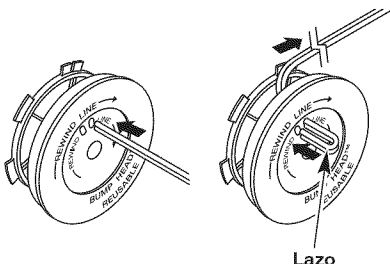

Fig. 19
- Tome aproximadamente 2.7 m (9 pies) de nueva línea de corte. Inserte un extremo de la línea a través de uno de los orificios del carrete interior (Fig. 19). Pase la línea a través del carrete interior hasta que queden sólo 4 pulgadas fuera.
- Inserte el extremo de la línea en el orificio abierto del carrete interior y tire de la línea en forma ajustada a fin de que el lazo sea lo más pequeño posible (Fig. 19).